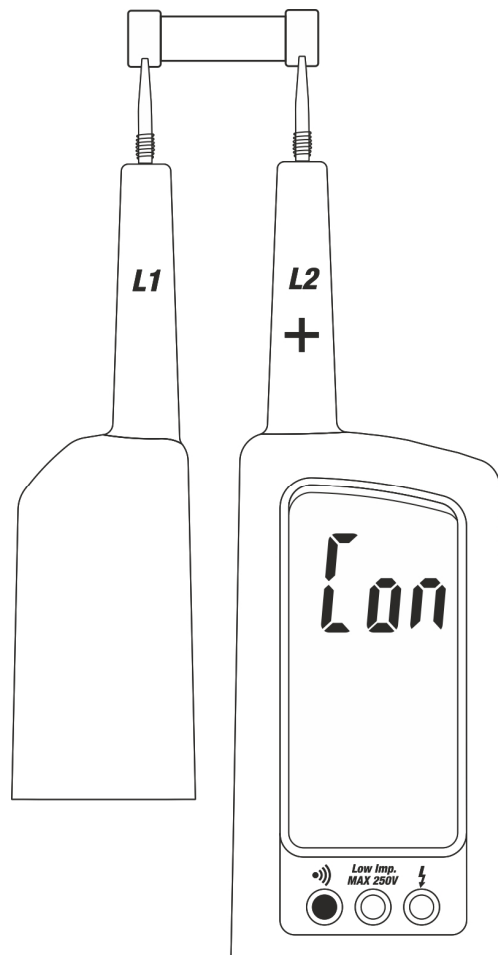

Abb. 7: Durchgangstest
2. Verbinden Sie die Prüfspitzen **L1** und **L2** mit dem zu messenden Objekt (siehe Abb. 7)